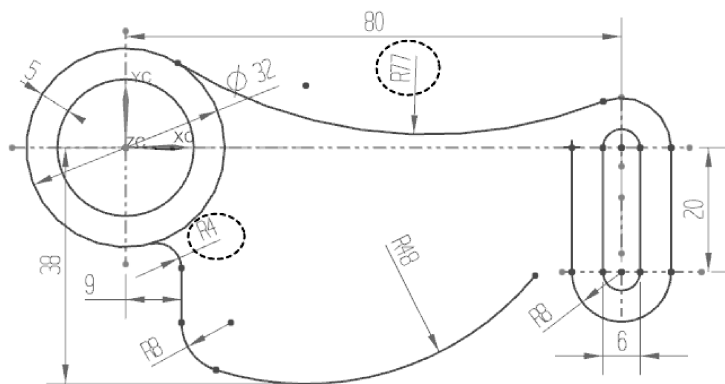

图 2-81 绘制圆角与圆弧
- 单击【圆弧】按钮, 创建第二段连接线段圆弧曲线（圆半径 R77），两端与相接圆分别相切，如图 2-81 所示。